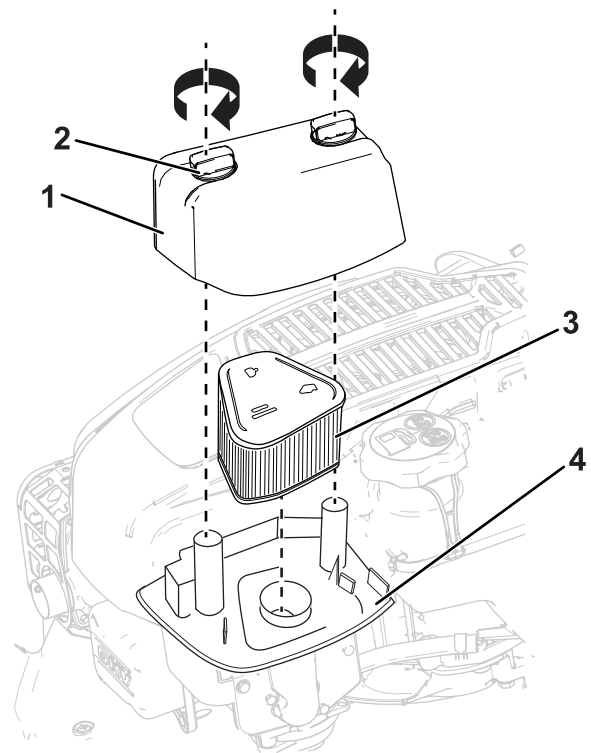

Figura 27
1. Afloje los cierres y retire la tapa del filtro de aire (Figura 27).